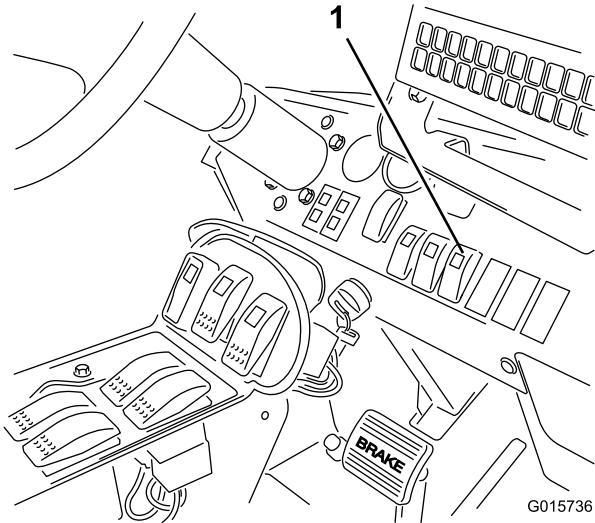

Рисунок 20
- Переключите переключатель стрелы с ультразвуковым выравниванием, расположенный на приборной панели, в положение Auto («Автоматический режим») (см. Рисунок 20).